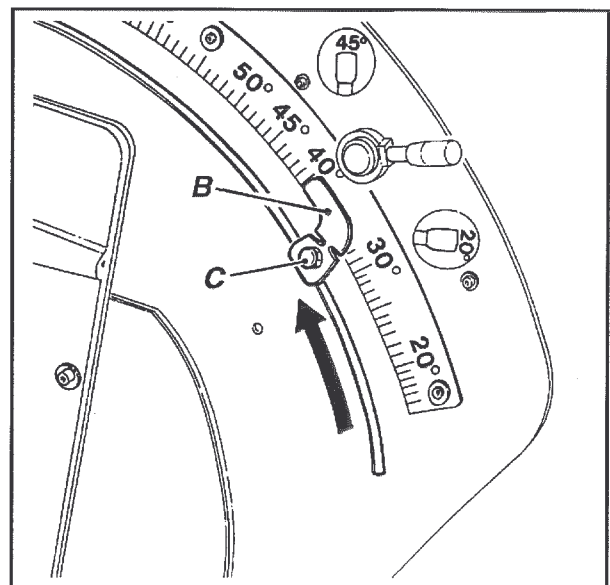

Fig. 08-05
- 3) Spostare la battuta "B" facendola scorrere lungo l'asola e fermarla facendo coincidere l'indice con la linea di angolazione prescelta, vedi Fig. 08-05.